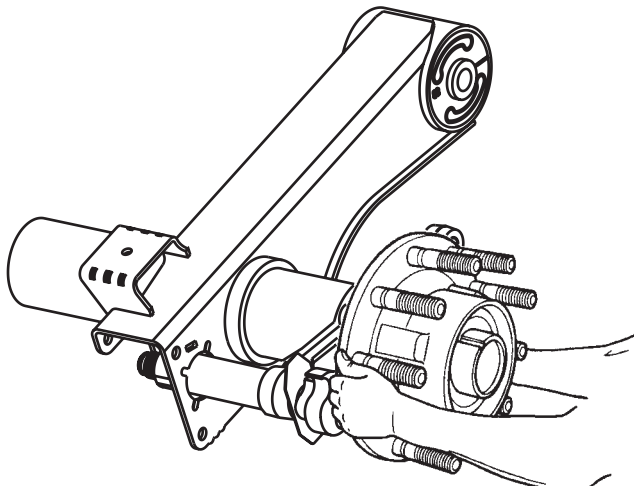

Figura 74. Removiendo la maza HUS™
7. Agarre la maza con ambas manos (figura 74). Si la maza esta libre en la espiga del eje, estire la maza tan recto como sea posible para evitar desenganchar el clip dentro del agujero de la maza. Si la maza esta atorada en la espiga del eje, utilice uno de los siguientes procedimientos para remover la maza de la espiga: